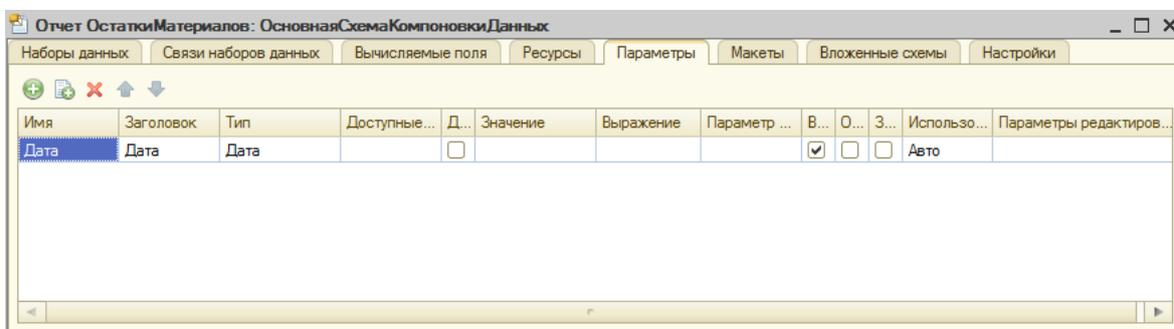

Рисунок 13.7- Добавление параметра отчета
11. В верхней части формы конструктора СКД, на закладке **Параметры**, добавим параметр **Дата** и укажем тип Дата (рисунок 13.7).